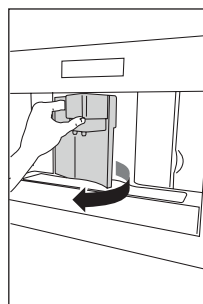
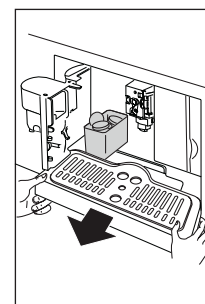

Abb. 23
Abb. 24
- ▶ Öffnen Sie die Serviceklappe an der Vorderseite des Geräts (Abb. 23), ziehen Sie die Tropfschale heraus (Abb. 24) und reinigen Sie sie.